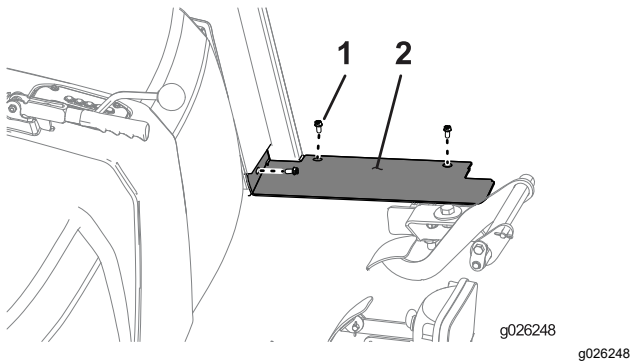

Bild 45
1. Befestigen Sie die Bodenplatten mit drei Schrauben (1/4") an jeder Seite der Maschine, wie in **Bild 45** abgebildet.